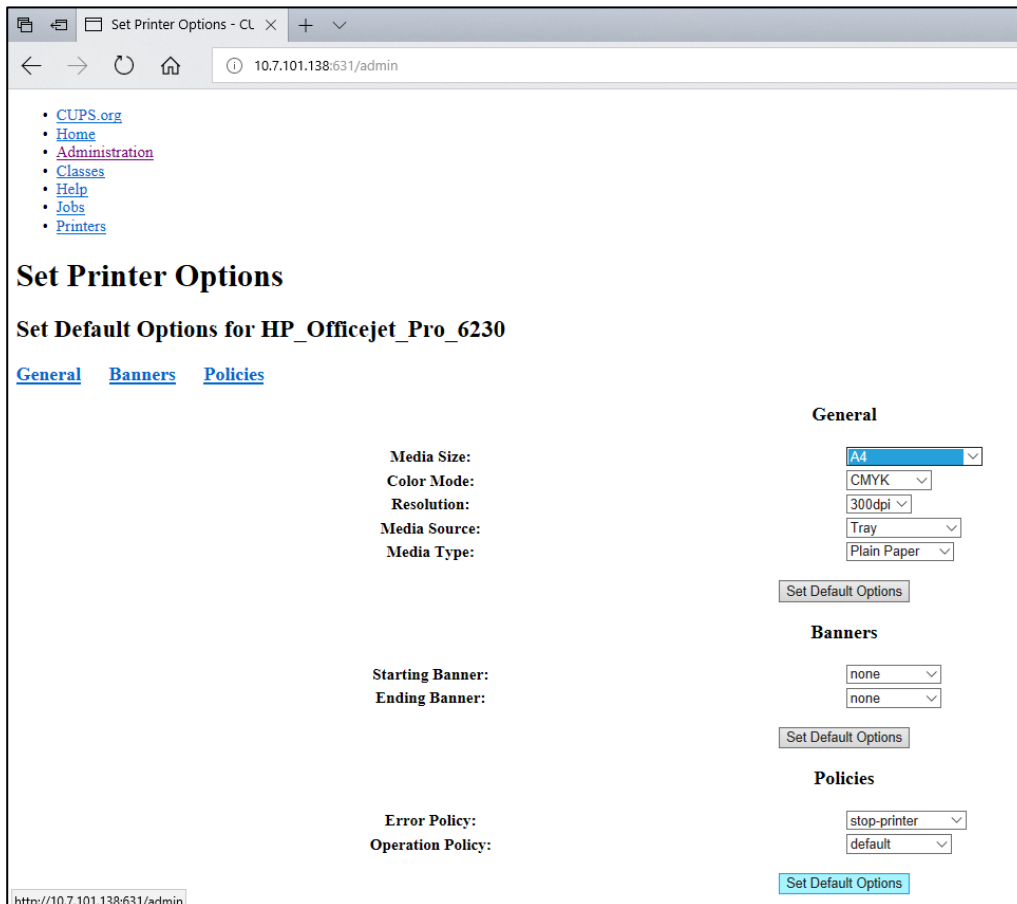

Рис. 103. Вибір правильного формату друку.
7. Виберіть правильний формат у параметрі **Media Size** (Формат носія) (наприклад, «A4»), оскільки деякі принтери не друкуватимуть, якщо формат паперу неправильний. Далі збережіть вибір, натиснувши **Set Default Options** (Установити параметри за замовчуванням), (рис. 103).